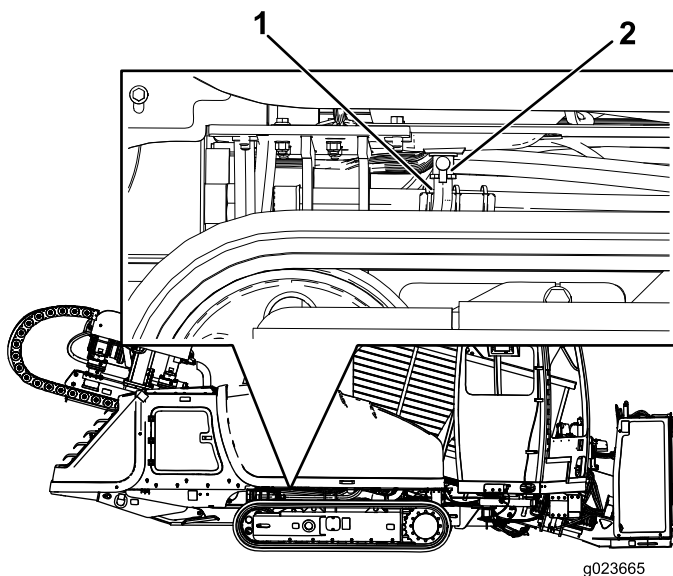

Figura 124
- A mangueira de drenagem (Figura 124) deve ser puxada com cuidado e sua extremidade colocada em uma bandeja de drenagem.
- Abra a válvula de drenagem (Figura 124).
- Quando o óleo parar de escoar, feche a válvula de drenagem (Figura 124).
- Posicione a mangueira de drenagem novamente em sua posição original (Figura 124).